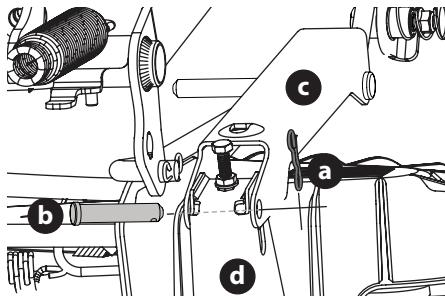

Figure 40
- Retirez les deux gouilles fendues (a) des axes de chape qui fixent les supports de relevage (c) aux supports de relevage arrière (d). Retirez les axes de chape (b) (Figure 40).